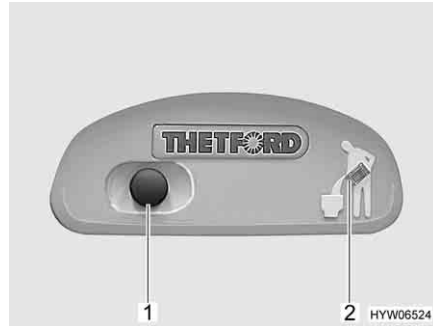
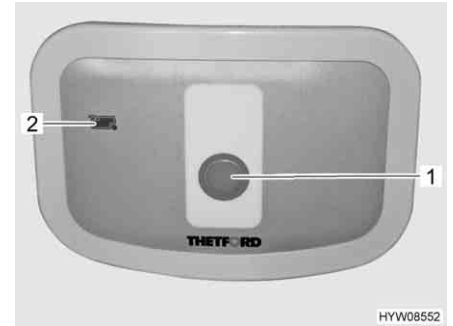

Bild 224 Spolknapp/kontrollampa Thetford-toalett
Bild 225 Spolknapp/kontrollampa Thetford-toalett (alternativ)
- För att spola, tryck på den blå spolknappen (Bild 224,1 resp. Bild 225,1).
Kontrollampan (Bild 224,2 resp. Bild 225,2) lyser när latrintanken måste tömmas.